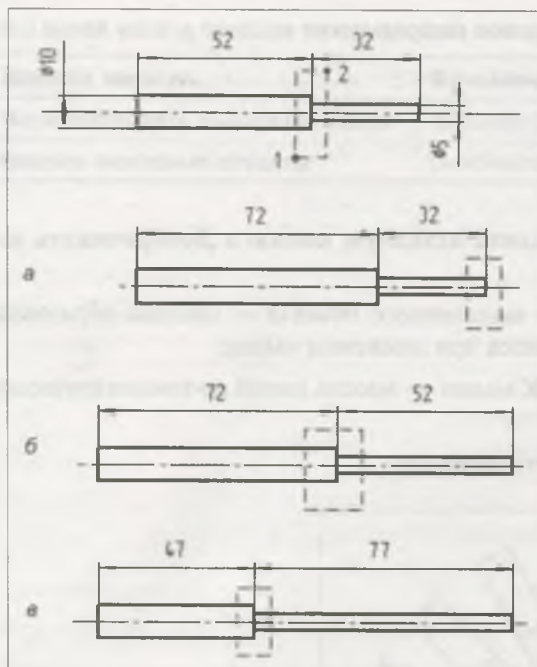

Рис. 11.22. Эскиз 7 детали Ось и варианты деформации перемещением
Для выполнения данных преобразований начертите ось с размерами, как показано на рис. 11.22. Сохраните его как Эскиз 7.
- ◆ в строке сообщений на панели **Параметры** отображается запрос о начальной точке прямоугольной рамки, которая должна захватить деформированную область. Вы должны задать прямоугольную рамку, как показано на рис. 11.22 а. Для этого щелкните ЛК мыши в точке 1, не отпуская кнопки, переместите курсор в точку 2 прямоугольной рамки и отпустите ее. Деформируемая область выделится. Далее необходимо задать следующие параметры: